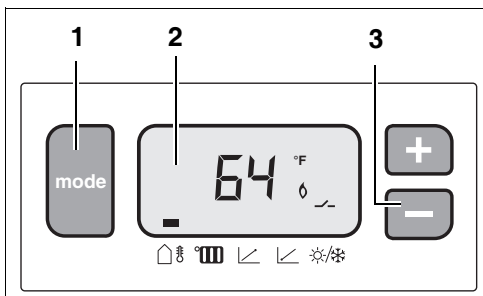

Fig. 10 Affichage
Utiliser la touche "Mode" (fig. 10, pos. 1) pour faire défiler les divers articles du menu "⌂ °F ◻ ◻ ◻ ◻ ◻ ◻"; un trait (fig. 10, pos. 2) sur l'affichage indique l'article de menu activé.
La valeur d'un article de menu qui peut être réglée est celle qui clignote. La valeur peut alors être modifiée à l'aide des touches plus "+" et moins "-" (fig. 10, pos. 3).